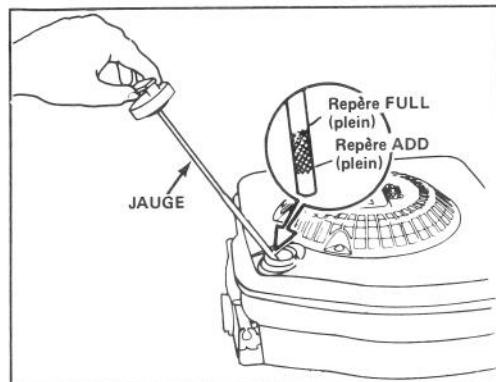

Figure 6
Avant chaque usage, s'assurer que le niveau d'huile de situe entre les repères ADD et FULL (Fig. 6). Ajoutez de l'huile si le niveau est bas.
3. Essuyez la jauge d'huile et insérez-la dans le col de remplissage. Tournez le bouchon d'un quart de tour dans le sens des aiguilles d'une montre. Enlevez ensuite la jauge d'huile et vérifiez le niveau d'huile (Fig. 6). Si le niveau est bas, ajoutez une quantité d'huile qui soit tout juste suffisante pour amener le niveau à la marque FULL (PLEIN) sur la jauge d'huile. NE REMPLISSEZ PAS AU-DELA DE LA MARQUE FULL (PLEIN) CAR LE MOTEUR PUORRAIT ETRE ENDOMMAGE LORS DU DEMARRAGE.
1. VERIFICATION DU NIVEAU D'HUILE — Avant chaque usage, s'assurer que le niveau d'huile se situe entre les repères ADD et FULL (Fig. 6).